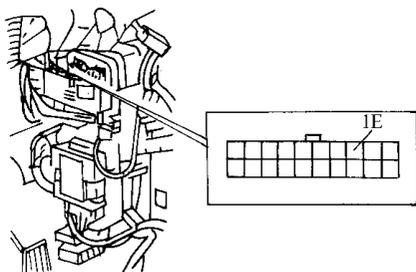

图 4-8 危险警告灯不闪烁的故障排除
2) 危险警告灯开关置于“OFF”，测量 CPU 插头（16 针）的 1E 端（G/Y）的电压，如图 4-8 所示。若电压为蓄电池电压，更换 CPU；若电压为其他，修理线束（闪烁信号单元 - CPU）。